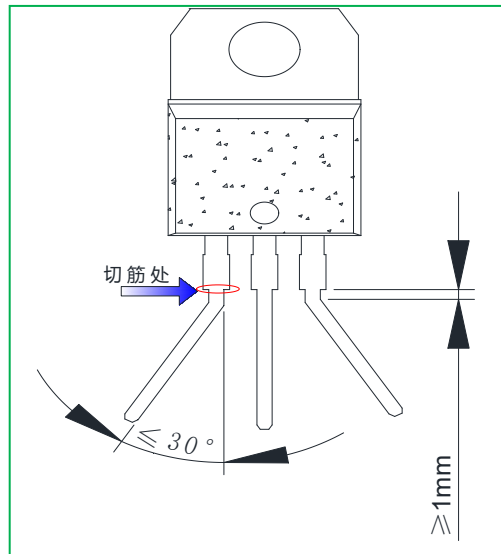

图3 引脚横向折弯成形
2.2.2 将引脚横向折弯成形时，如下图3所示，弯折处距引脚切筋处（下图红色椭圆形位置） $\geq 1\text{mm}$ 以上，弯折角度 $\leq 30^\circ$ 。